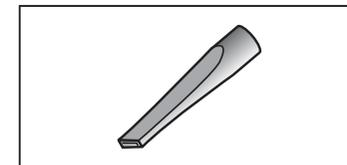

Fig. 11
- Esvazie o depósito de recuperação (G).
- Monte a lança (Fig. 11) no tubo flexível.
- Esvazie o depósito de recuperação (G) e repita a operação se for necessário.
### **LANÇA (Fig. 11)**